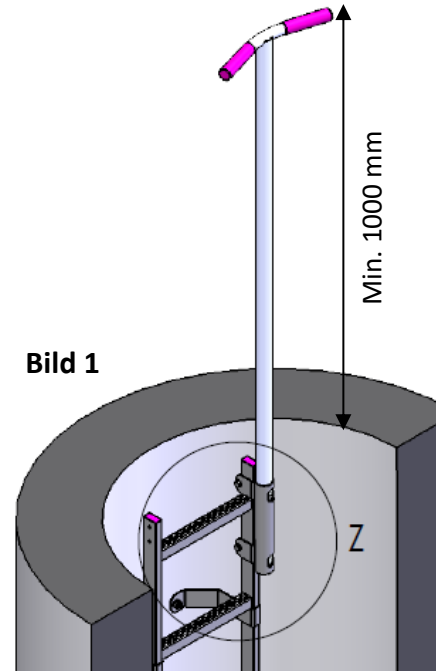

Bild 1
2. Die Führungshülse wird wahlweise von vorne auf den linken oder rechten Leiterholm geschoben. Die arretierte Haltestange in der Einsteckhülse muss mindestens 1000 mm über die Schachtoberkante herausragen. Dementsprechend muss die Einsteckhülse am Leiterholm platziert werden (**Bild 1**).